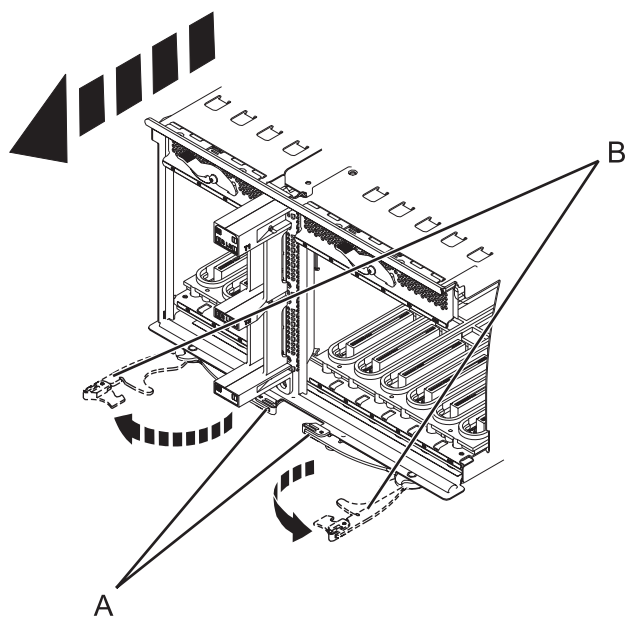

Figura 92. Extracció de la placa del sistema d'E/S
12. Premeu els pestells d'alliberament (A) i estireu de les palanques (B) per treure-les del sistema, com es mostra a la Figura 92.